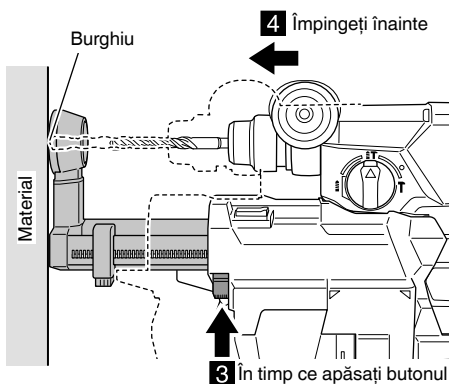

Fig. 6
- (3) În timp ce apăsați butonul de reglare a duzei în direcția săgeții, apăsați scula înspre material, permițând poziției duzei să se scurteze până când ajunge în poziția unde burghiul intră în contact cu materialul. (Fig. 6)